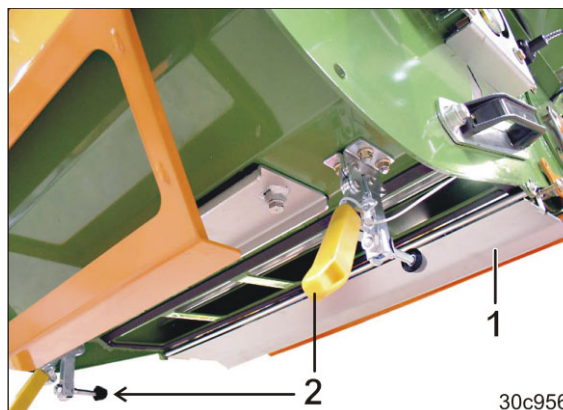

Fig. 263
2. Åbn bundklapperne (Fig. 263/1).
Bundklapperne er fastgjort med lynspænder (Fig. 263/2).